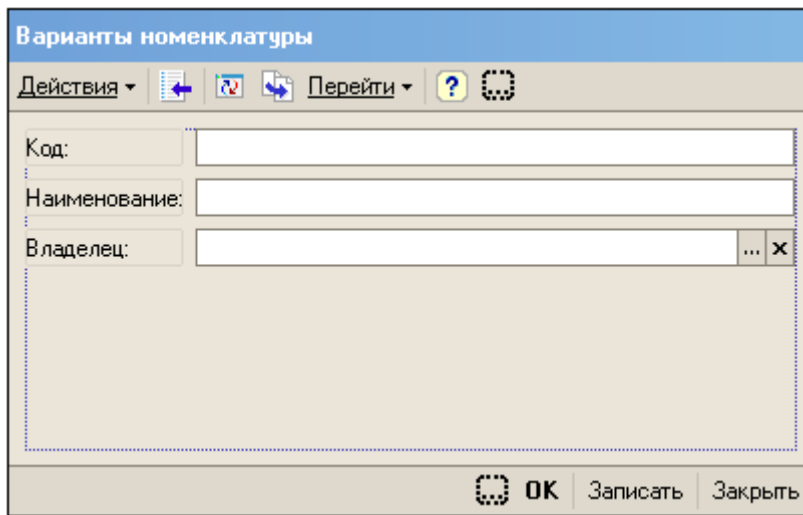

Рис. 130
- увеличьте основную форму, растянув ее вниз (рис.130);